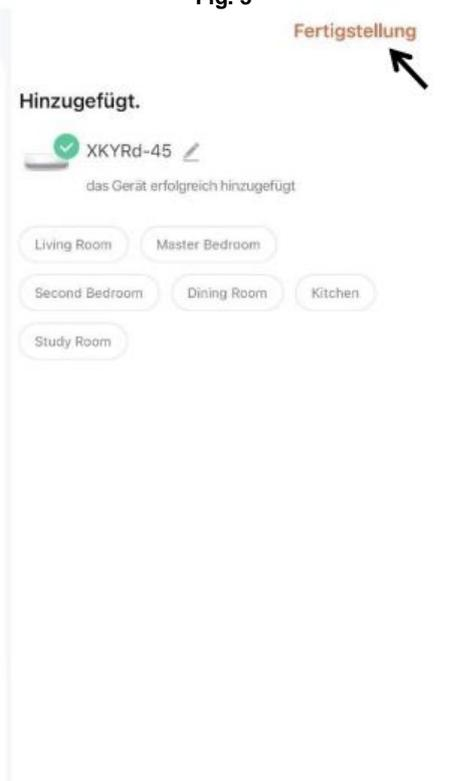

Fig. 6
- Attendete che venga visualizzato il messaggio di cui alla Fig. 6. Quindi toccare "Fine" nell'angolo in alto a destra.